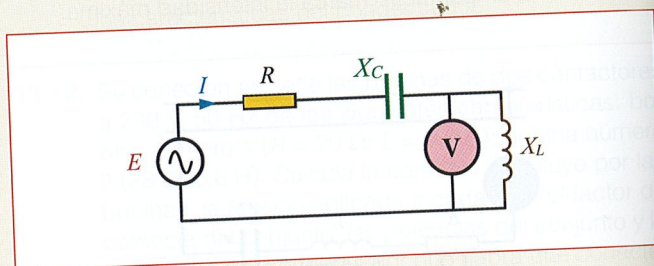

Figura 13.46.
13.9. En la red de la Figura 13.46, son: $f = 50$ Hz, $X_L = 10 \Omega$; $X_C = 20 \Omega$, siendo la potencia consumida por R de 1.000 W, y la lectura del voltímetro V de 100 V. Calcula: